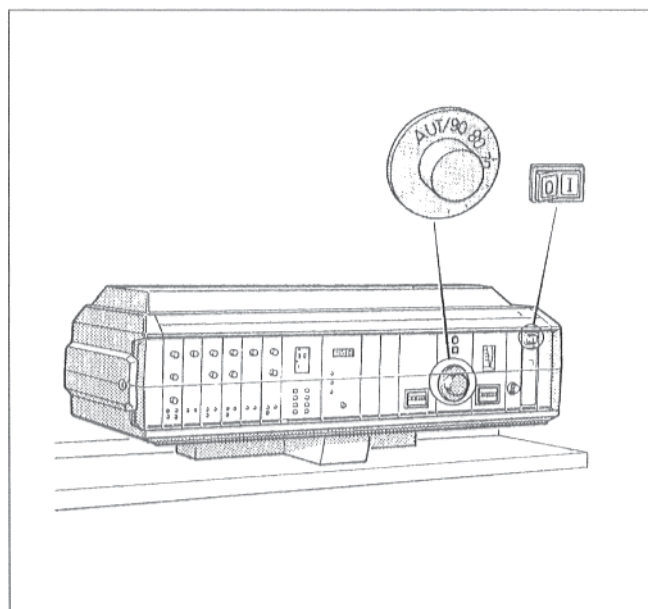

Рис. 2
- Установить переключатель режима работы (рис. 2) на поз. I (ВКЛ.)
- Установить регулятор температуры котельной воды (рис. 2) на желаемую температуру. У "Ecomatic-регулирования" установить на "AUT".
- Установить переключатель режима работы (рис. 2) на поз. 0 "ВЫКЛ."